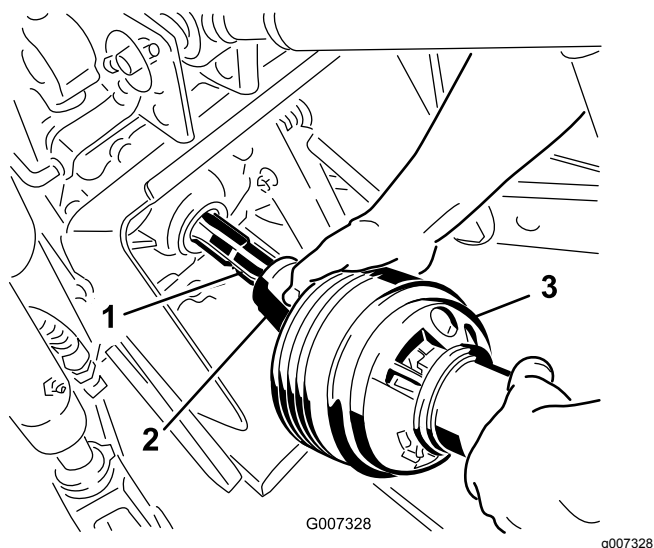

Рисунок 24
- Подсоедините BOM к хвостовику BOM тягового блока (Рисунок 24).